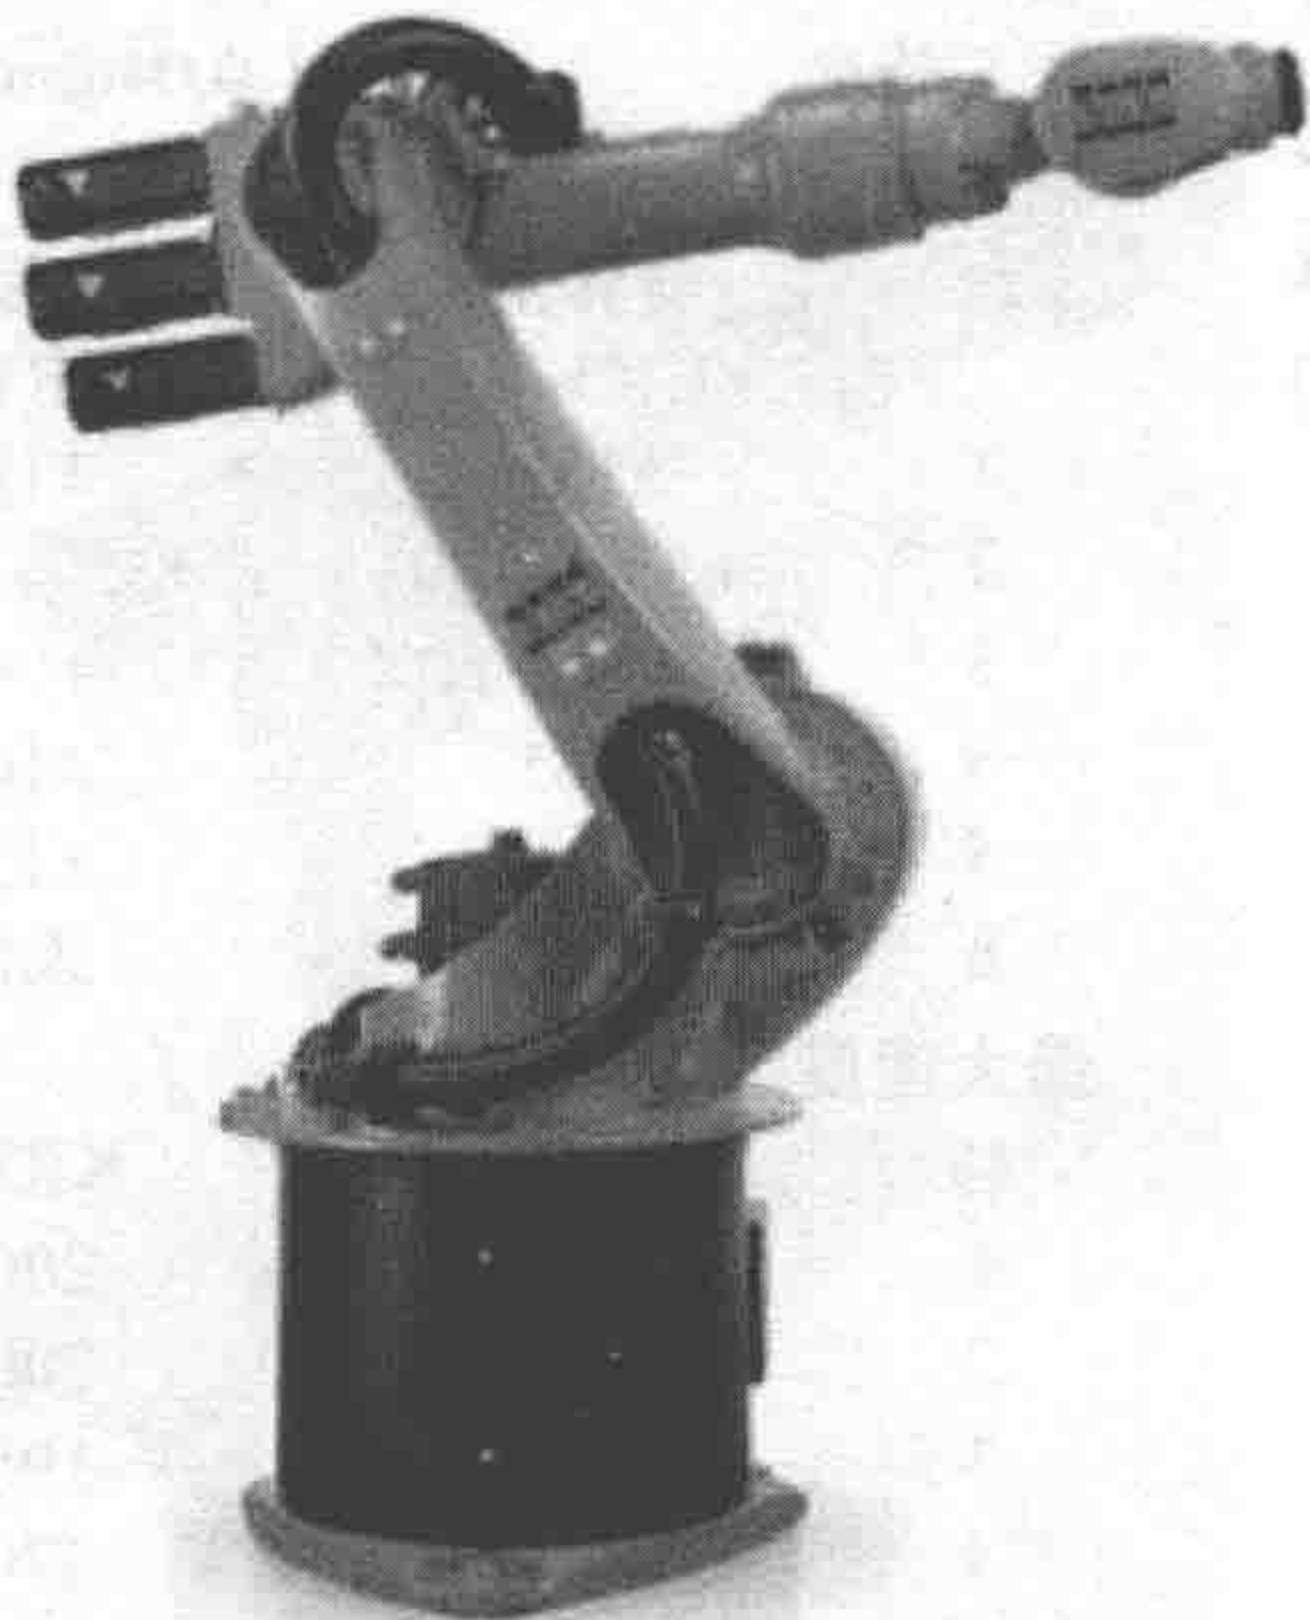

图 1-6
3. KR 16 系列 (领域：焊接、加工、机械加工、锻造等) (图 1-6)